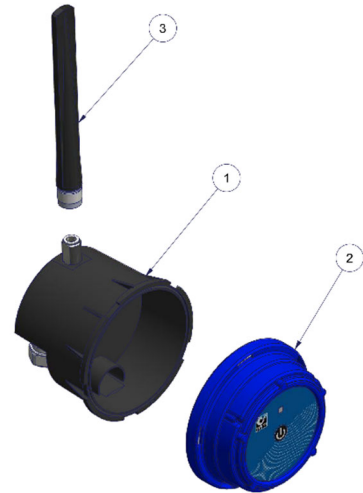

Figure 1 Les pièces du CV-Log-35
- (1) ou (A) : Les chiffres et les lettres entourés d'un cercle dans le texte respectivement aux parties décrites aux figures (exemple : Figure 1 - page 5)